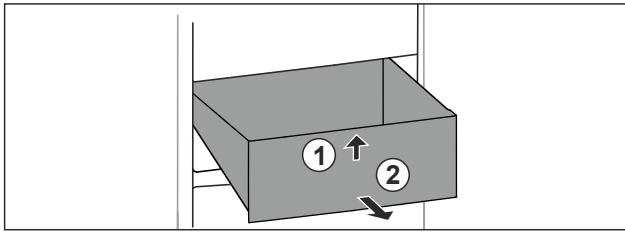

Fig. 97
- Soulever la partie avant du tiroir. Fig. 97 (1).
- Retirer le tiroir par l'avant. Fig. 97 (2)